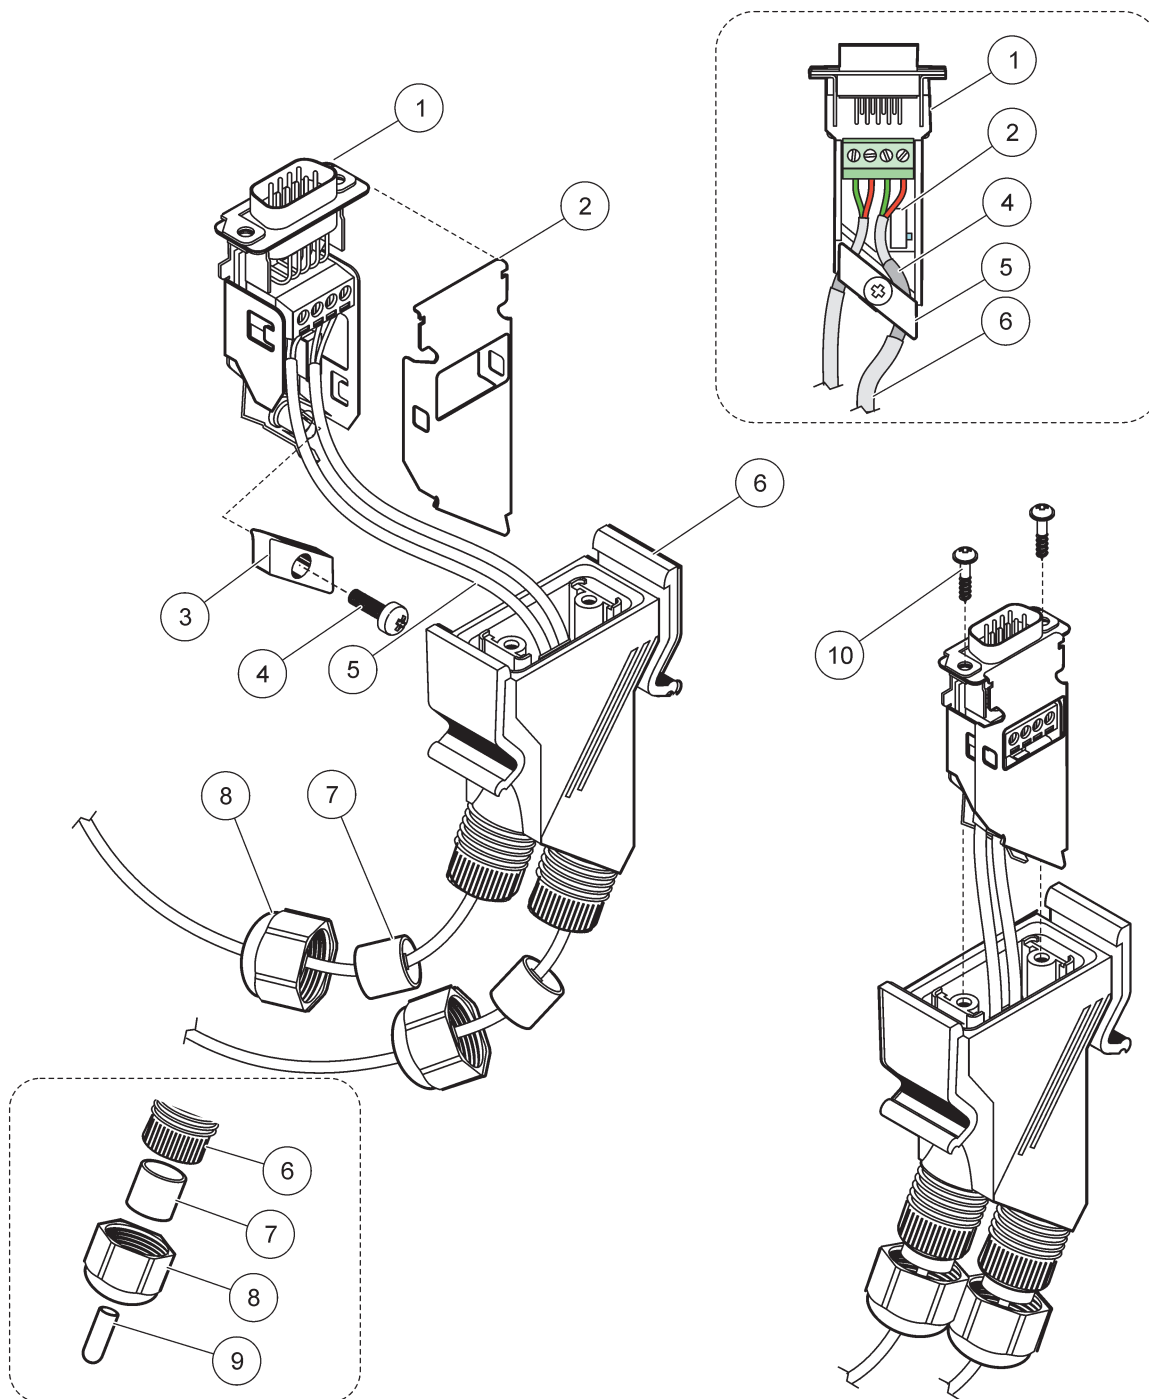

Figura 31 Conexión del conector de red a la resistencia límite de red SC1000
2. Pase el cable por la tuerca de unión, sello de goma y cubierta del conector (Figura 31).
**Nota:** Al utilizar el conector con el último módulo en el segmento de red, una tuerca de unión debe permanecer sin utilizarse. Selle la tuerca de unión con el tapón provisto. Consulte la Figura 31.
2 Use este tapón si el limitador de esfuerzo no se usa, refiérase al recuadro en la Figura 31.